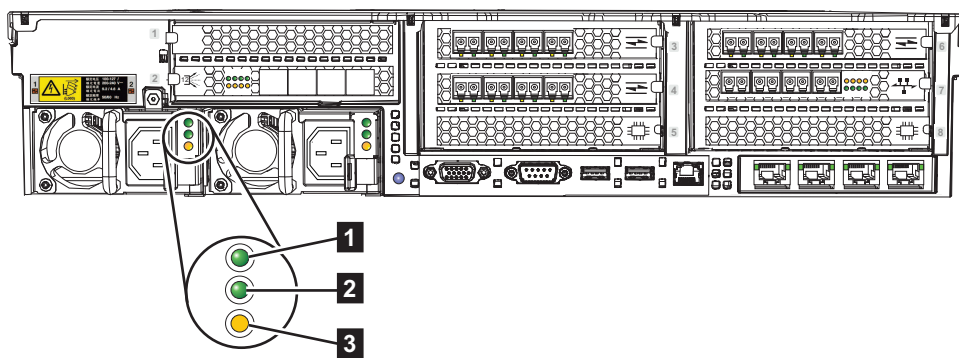

図 140. 2145-SV1 AC LED、DC LED、および電源エラー LED
5. AC 電源 LED (**1**) および DC 電源 LED (**2**) が点灯していることを確認します。各電源機構には、図 140 に示すような 1 組のインディケーター LED が装備されています。この例では、図は電源機構 1 の LED 表示ライトを示しています。